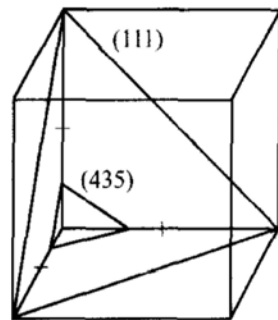

图 7-1 第二题解答图
二、立方晶系中 (111) 面、(435) 面如图 7-1 所示。立方晶系空间点阵特征是点阵参数有如下关系： $a = b = c, \alpha = \beta = \gamma = 90^\circ$ 。也可用具有哪类对称元素表示，若有四个三次转轴，则对应立方点阵。